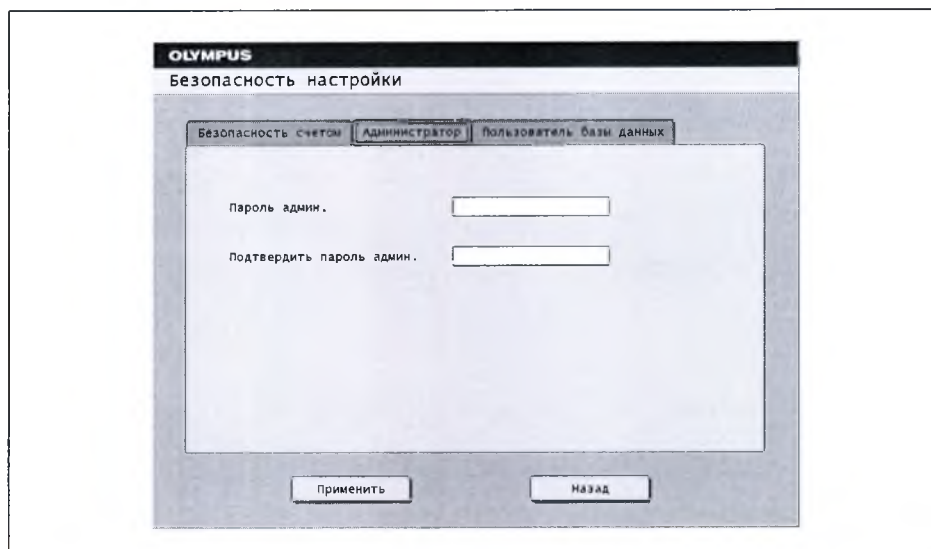

Рисунок 4.28
- 1 Открыв меню [Security setup] (Настройка безопасности), выберите вкладку [Administrator] (Администратор). (см. рис. 4.28)